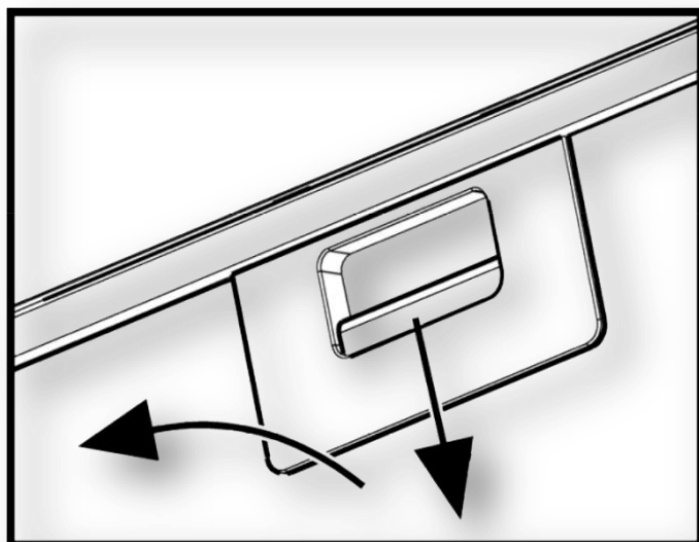

Fig.6
7.10 Pour la dépose du filtre d'aluminium (**fig. 6**) il faut appuyer sur le loquet à ressort et, ayant tiré pour lui-même et en bas, déposer le filtre du panneau. L'installation du filtre accomplir dans l'ordre inverse.